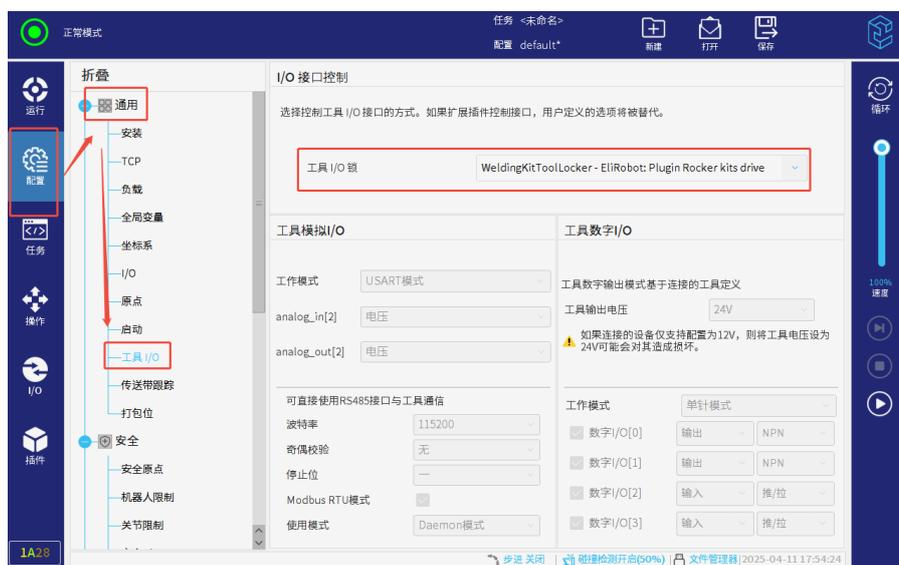

图 3-13: 设置工具 I/O 锁
- 点击【配置】-【工具 I/O】，设置工具 I/O 锁为摇杆套件（WeldingKitToolLocker-EliRobot: Plugin Rocker kits drive），如图 3-13所示；